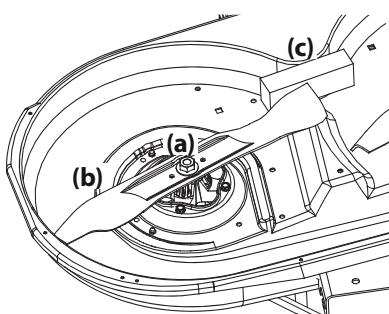

Figura 46
2. Use una llave de $15\frac{1}{16}$ " para sostener la tuerca hexagonal en la parte superior del conjunto del husillo cuando afloje la tuerca hexagonal (a) que fija la cuchilla (b). Se puede colocar un bloque de madera (c) entre el alojamiento de la plataforma y el borde de corte de la cuchilla (b) para ayudar a aflojar la tuerca hexagonal (a) que fija la cuchilla. Consulte la Figura 46.